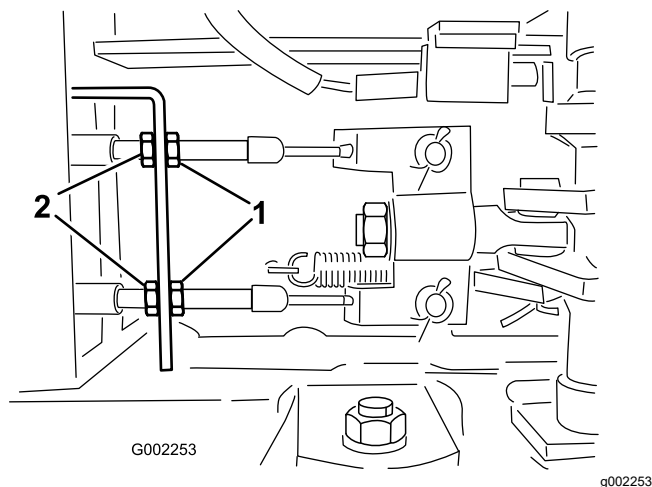

図 100
5. ブレーキケーブルの車両前端側にある前ジャムナットをゆるめる (図 100)。
6. 後ナットを均等に締めて、ブレーキペダルの遊びを10-20 mm に調整する 図 100。